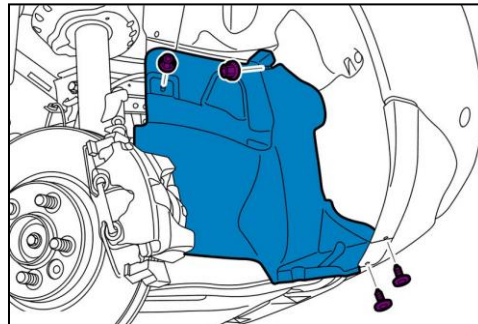
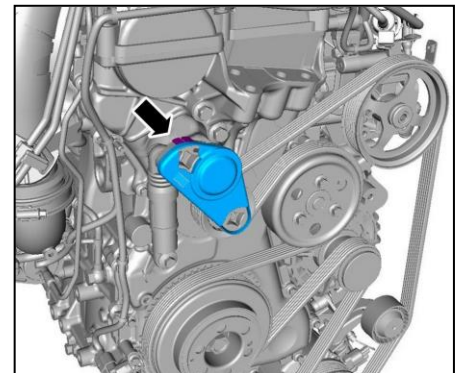

Fig 2
Fig 3
5. Remove the wheel well liner. See Fig 2.
6. Remove the tensioner cover. See Fig 3.
14. Reinstall the tensioner cover (Fig 3) and liner (Fig 2).
5. Retirer la protection de passage de roue. Voir Fig. 2.
6. Retirer le couvercle du tendeur. Voir Fig. 3.
15. Réinstaller le couvercle (Fig. 3) et la protection (Fig. 2) du tendeur.
5. Quite la lodera. Vea la Fig. 2.
6. Quite la cubierta del tensor. Vea la Fig. 3.
15. Vuelva a colocar la cubierta del tensor (Fig. 3) y el salpicadero (Fig. 2).